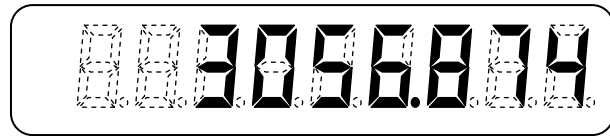

Рис. 13
- удвоенное значение величины линейного перемещения рабочего органа обозначается буквой «d» (рис. 13). Режим предназначен для индцирования диаметра обрабатываемой детали при обработке ее, например, на токарном станке.